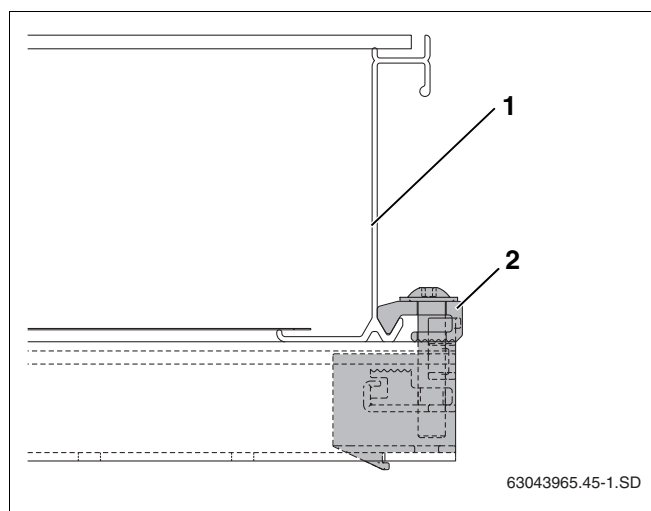

Fig. 42 Tensor unilateral del colector atornillado
- ▶ Deslice el colector (fig. 42, **pos. 1**) con cuidado hasta el tensor unilateral del colector y sitúelo en posición horizontal.
- ▶ Atornille el tensor unilateral del colector (fig. 42, **pos. 2**) con la llave de tamaño 5.
El elemento de sujeción del tensor del colector (fig. 42, **pos. 2**) queda enganchado en el borde inferior del colector.